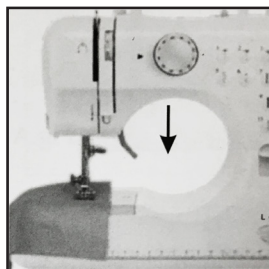

Fig. 8
2. Abaixe o calcador (Fig. 8).